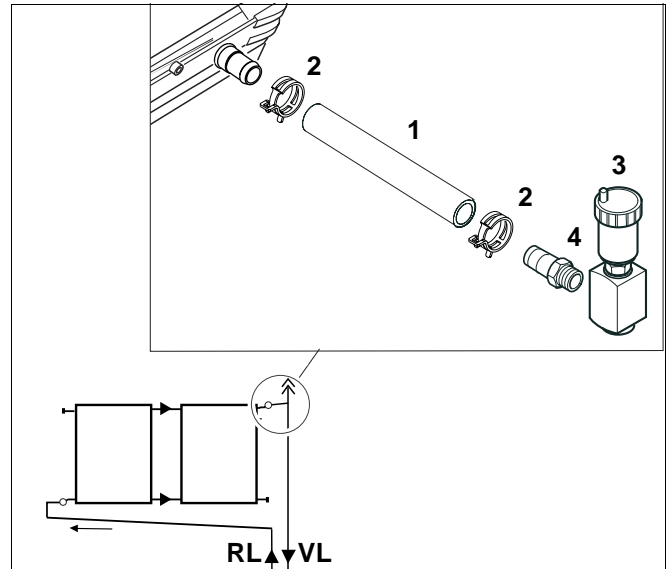

Abb. 19 Anschluss der Kollektoren
- Den langen Solarschlauch (Vorlauf, Abb. 19, Pos. 1) am oberen Anschluss des hydraulisch letzten Kollektors mit der Federbandschelle (Abb. 19, Pos. 2) befestigen. (Den vormontierten kurzen Solarschlauch ggf. entfernen.)
- Durch mitgelieferte Schlauchtülle (Abb. 19, Pos. 4) auf Rohrleitung (Rücklauf) bzw. Entlüfter des Vorlaufes (Abb. 19, Pos. 3) übergangen.